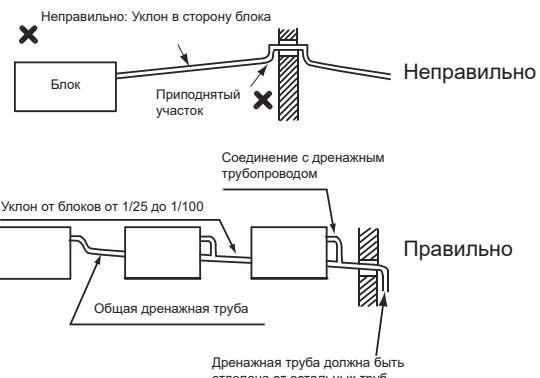

Рис. 6.1 Организация дренажного трубопровода
- (1) Расположение соединений дренажного трубопровода показано на рис. 6.1.
- (2) Подготовьте трубу из ПВХ с наружным диаметром 32 мм.
- (4) Теплоизолируйте дренажную трубу после подсоединения дренажного шланга.